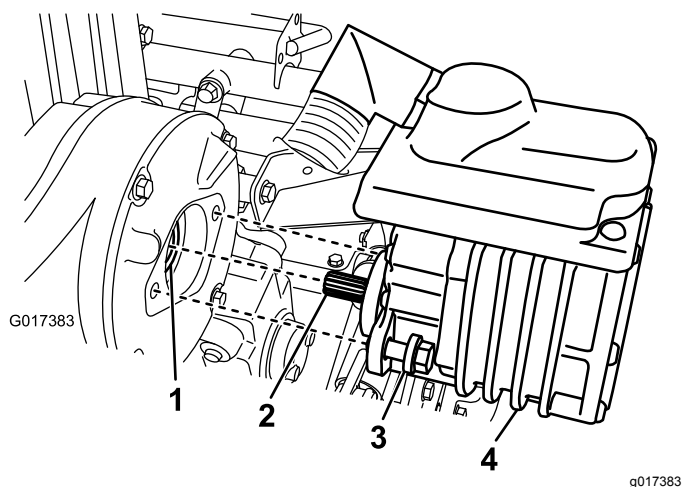

Bild 38
2. Entfernen Sie die zwei Schrauben, mit denen der Motor am Getriebegehäuse befestigt ist (Bild 38).
4. Bringen Sie ein oder zwei Pumpenstöße von der Fettpresse auf die Innengewindekupplung im Getriebegehäuse auf (Bild 38).